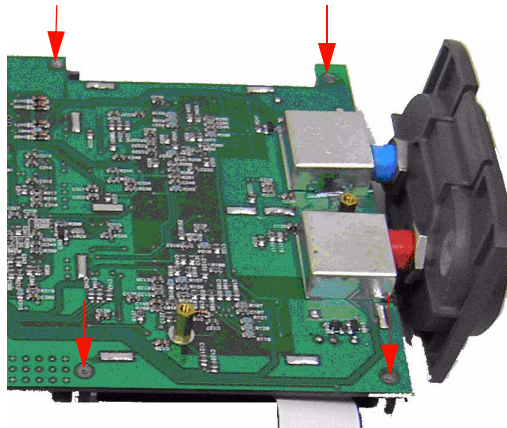

**Figure 8-13** Dépose des six vis et extraction du câble-ruban de la carte à circuit imprimé
- 2 La vue de dessus de la carte à circuit imprimé est présentée dans la Figure 8-10. Retournez la carte de telle sorte que l'écran à cristaux liquides soit orienté vers le bas et ôtez les vis indiquées dans la Figure 8-13.
- 4 Débranchez les connecteurs à broches situés de chaque côté de la carte à circuit imprimé indiqués dans la Figure 8-13.